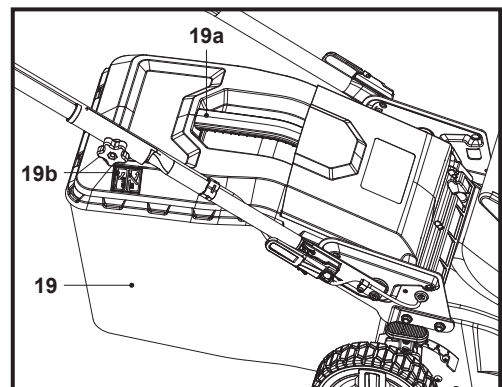

Fig. 13
2. Lorsque la trappe (19b) est fermée, le bac de ramassage (19) est plein et doit être vidé (Fig. 13).